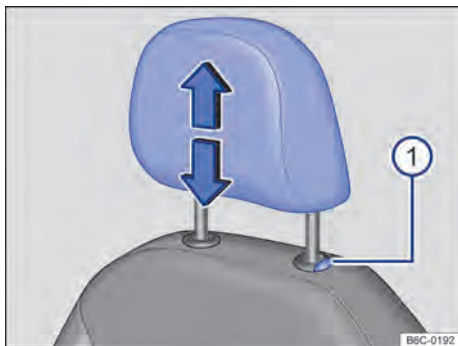
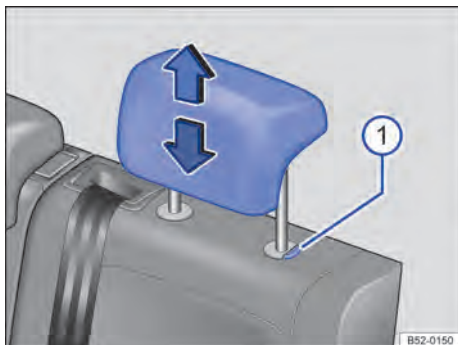

Fig. 70 Apoio para cabeça dianteiro: ajustar.
Fig. 71 Apoio para cabeça traseiros: ajustar.
- Deslocar o apoio para cabeça para cima ou para baixo na direção da seta com o botão → Fig. 70 ① ou → Fig. 71 ① pressionado → ▲ em *Introdução ao tema* na página 90.